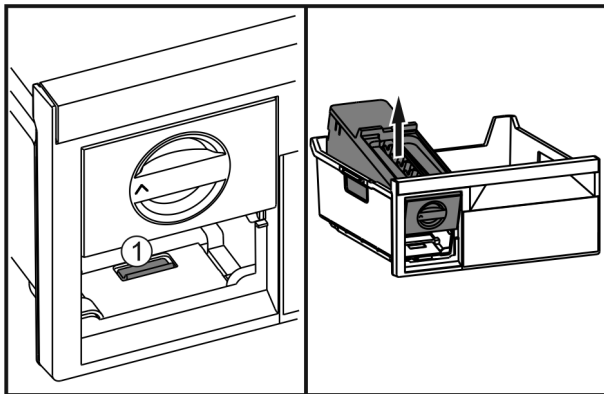

Fig. 73
- ▶ Lip Fig. 73 (1) indrukken, EasyTwist-Ice van achter optillen en uit de vrieslade nemen.